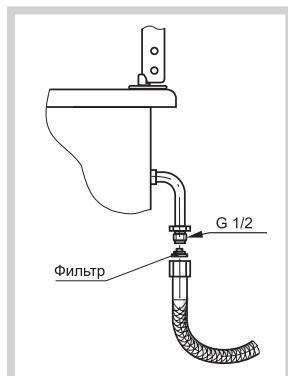

Рис.18
- Подсоединение плиты к газовой сети или баллону должно быть выполнено при помощи гибкого шланга (рис.18) согласно действующим в Вашем регионе нормативным документам в области газоснабжения и безопасности.